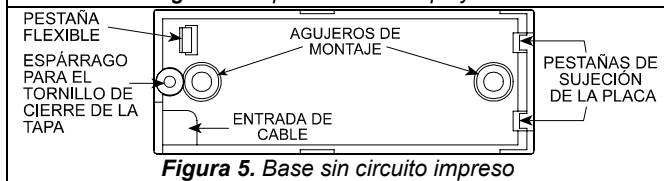

Figura 5. Base sin circuito impreso
- Apoye la base contra la superficie de montaje y marque los agujeros para el taladro (Figura 5).